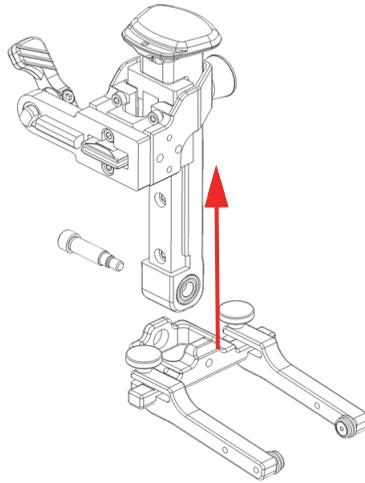

Figura 2-23 Fare scorrere la rotaia dei bracci al di fuori della traversa rotante della forcella
5. Fare scorrere la rotaia dei bracci con meccanismo a molla al di fuori della traversa rotante della forcella (Figura 2-23 a pagina 53).